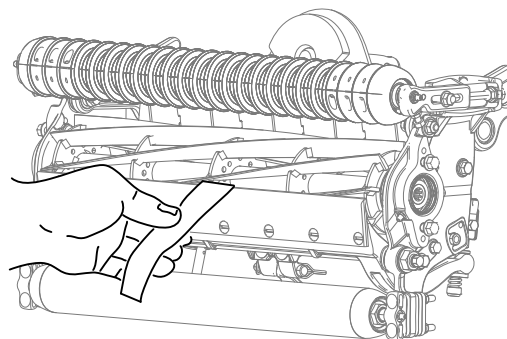

图10
12. 在滚刀与底刀间插入一长条 Toro 剪切性能纸，纸要与底刀垂直，检测剪切性能（图10）。**缓慢**向前旋转滚刀；滚刀应剪切检测纸。